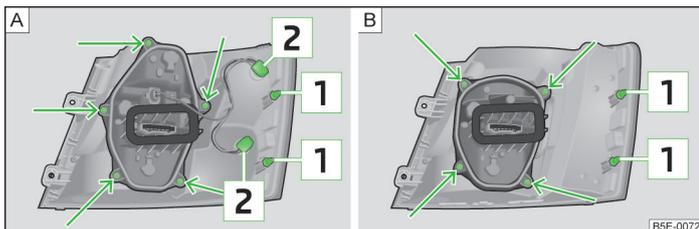

Abb. 221 Äußerer Teil der Leuchte: Grundleuchte / Leuchte mit LED-Dioden
- > Die Rückleuchte vorsichtig in die Karosserie hineindrücken, sodass die Bolzen [1] » Abb. 221 auf Seite 245 an der Leuchte in die Aufnahmen in der Karosserie eingreifen » .
- Die Lampenfassung **[Z]** » Abb. 221 **entgegen dem Uhrzeigersinn** drehen und aus dem Leuchtengehäuse herausnehmen.
- Den Lampenhalter » Abb. 221 - **[A]** bzw. **[B]** mit dem Schraubendreher aus dem Bordwerkzeug abschrauben und den Lampenhalter aus der Rückleuchte herausnehmen.
- Die Lampenfassung bis zum Anschlag **entgegen dem Uhrzeigersinn** drehen und aus dem Leuchtengehäuse » Abb. 221 - **[C]** bzw. **[D]** herausnehmen.